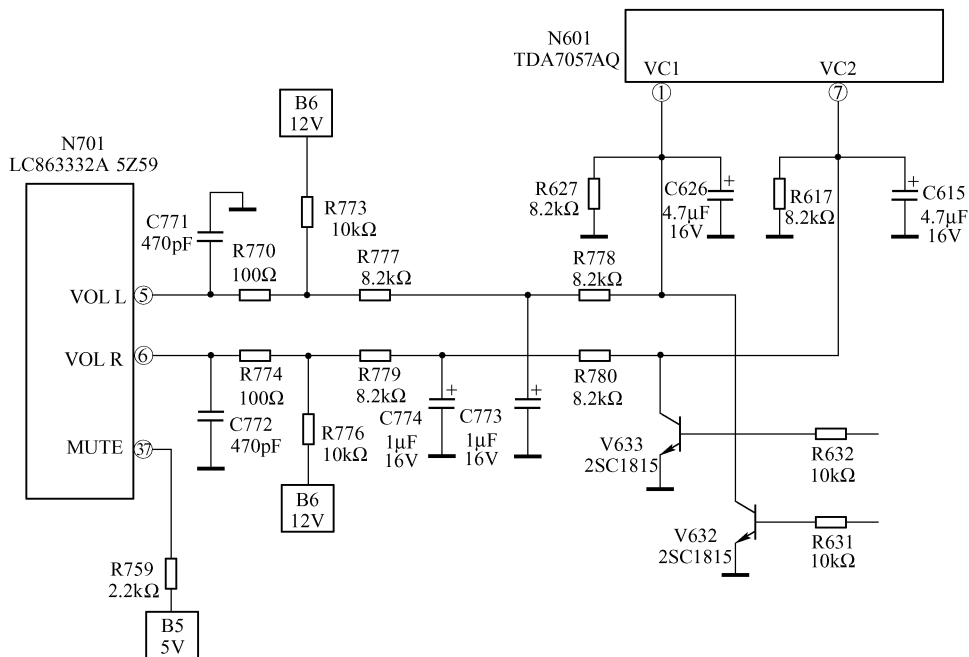

图 2-14 音量控制接口电路
N701 (LC863332A-5Z59) 的⑤、⑥脚电路主要用于左右声道的音量控制。其外部接口电路主要由 R770、R773、R777 和 R774、R776、R779 等组成，如图 2-14 所示。其中，R770、R774 为限流输出电阻；R773、R776 为上拉电阻，由 B6 (12V) 提供直流控制电压，R777、R778 和 R779、R780 为阻抗匹配电阻，同时也起隔离作用；V632、V633 为开关机静噪控制管。
在如图 2-14 所示中，N701⑤、⑥脚主要输出 64 级 PWM 调宽脉冲，经滤波后转换为平滑的直流电压去控制 N601 (TDA7057AQ) 的①、⑦脚，以实现音量大小的控制。但 N701 ⑤、⑥脚对音量大小的控制作用还受编程软件中“VOLUME OUT”项目数据的控制，见表 2-2。该项数据的调整范围为 0~127，数据越大，N701⑤、⑥脚输出的 PWM 脉冲电平幅度越高，受控的音量就越大；反之，数据越小，N701⑤、⑥脚输出的 PWM 脉冲幅度越低，受控的音量就越小。该数据在出厂时被设置为“105”。